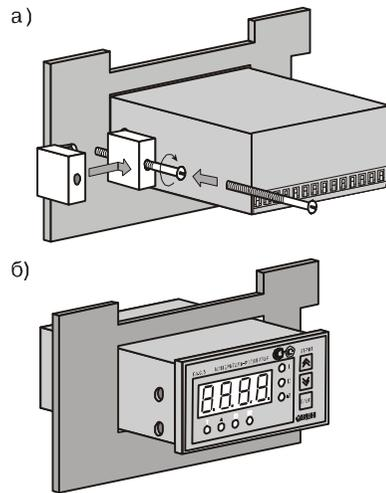

Рис. 18
1. Вставить прибор в специально подготовленное отверстие на лицевой панели щита (см. *прил. 5* и рис. 18, а).
2. Вставить фиксаторы из комплекта поставки в отверстия на боковых стенках прибора (рис. 18, б).